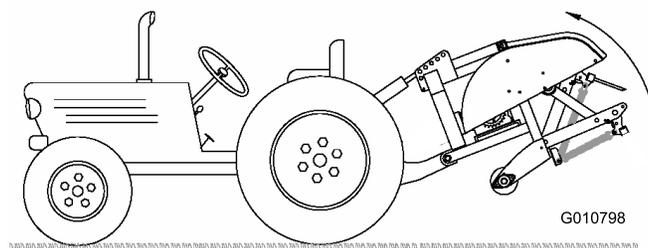

Figura 12
2. Sollevate completamente l'arieggiatore e ritraete del tutto il cilindro dell'attacco idraulico superiore o dell'attacco superiore (Figura 12).